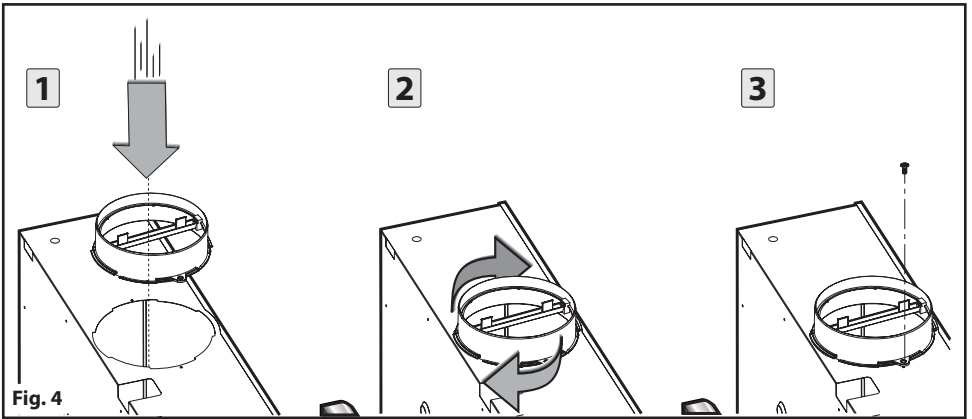

Fig. 4
- Montez la bride sur le trou d'évacuation de l'air en tournant jusqu'au dé clic et fixez-la à l'aide d'une vis (**Fig.4**).